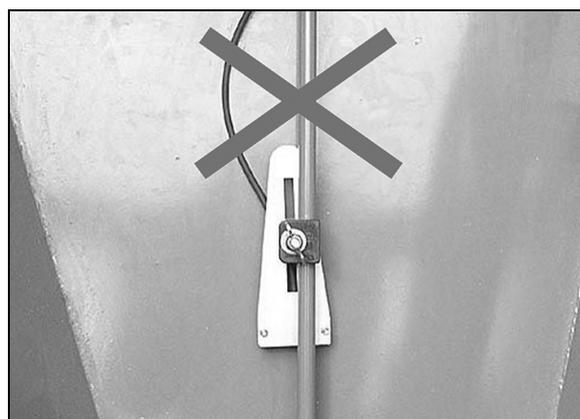

Fig. 85
2. Den Schieber (Fig. 85/1) bis zum Anschlag in den Dosierer schieben.